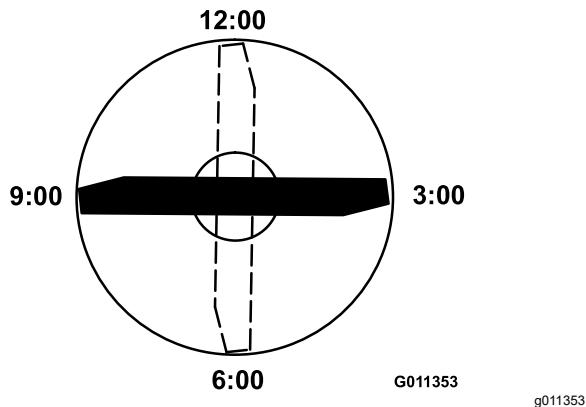

Figura 82
4. Posicione a extremidade de corte da extremidade marcada da lâmina nas 12 horas (a direito na direção do corte) (Figura 82) e meça a altura da mesa à extremidade de corte da lâmina.
5. Rode a extremidade marcada da lâmina para as posições das 3 horas e das 9 horas (Figura 82) e meça as alturas.